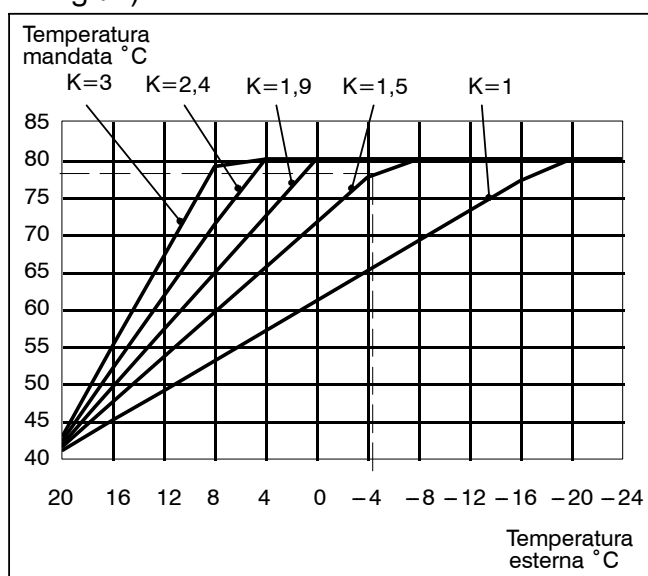
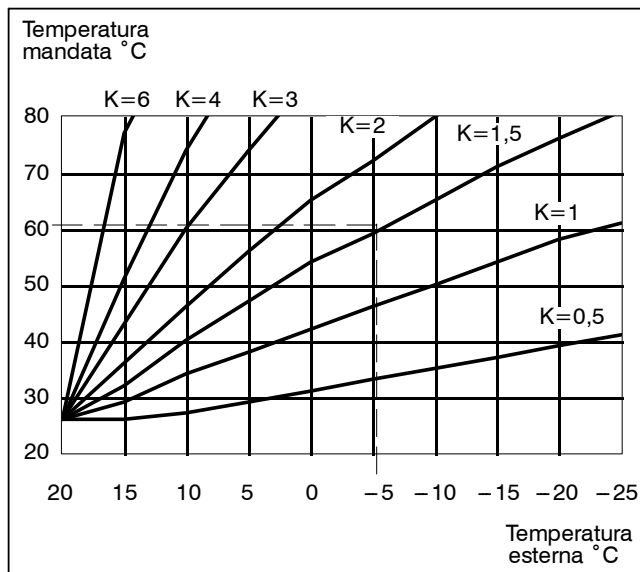
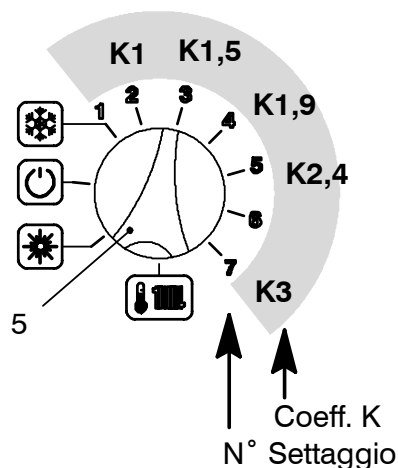

fig. 5.17
fig. 5.18
fig. 5.19
Quando si installa la sonda esterna bisogna impostare questo parametro in base al rendimento dell'impianto di riscaldamento per ottimizzare la temperatura di mandata (fig. 5.17 settaggio senza remoto collegato) (fig. 5.18 settaggio con remoto collegato).
Es. Per avere una temperatura di mandata all'impianto di riscaldamento di 78 °C con una esterna di -4 °C si deve settare un K di 1,5 (linea tratteggiata in fig. 5.17)
- Ruotare la manopola regolazione temperatura riscaldamento 5 in fig. 5.19 e posizionarla nel valore di K desiderato (fig. 5.17) (fig. 5.19 es. manopola settata per $K1,5$)
Es. Per avere una temperatura di mandata all'impianto di riscaldamento di 60 °C con una esterna di -5 °C si deve settare un K di 1,5 (linea tratteggiata in fig. 5.18)